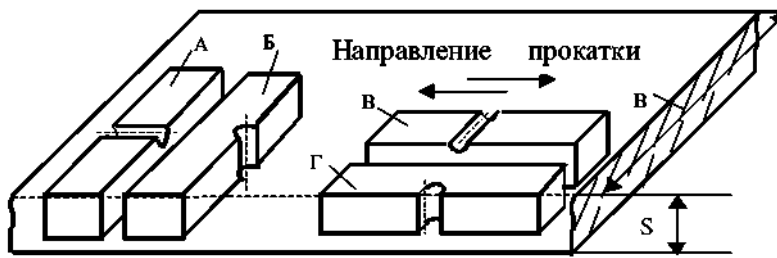

Рис. 2.8. Котельный лист, $S = 15$ мм; $B = 1250$ мм
2.15. Из толщиной 15 мм вырезали образцы для испытания ударным изгибом (рис. 2.8). У каких образцов и почему предполагается наибольшая и